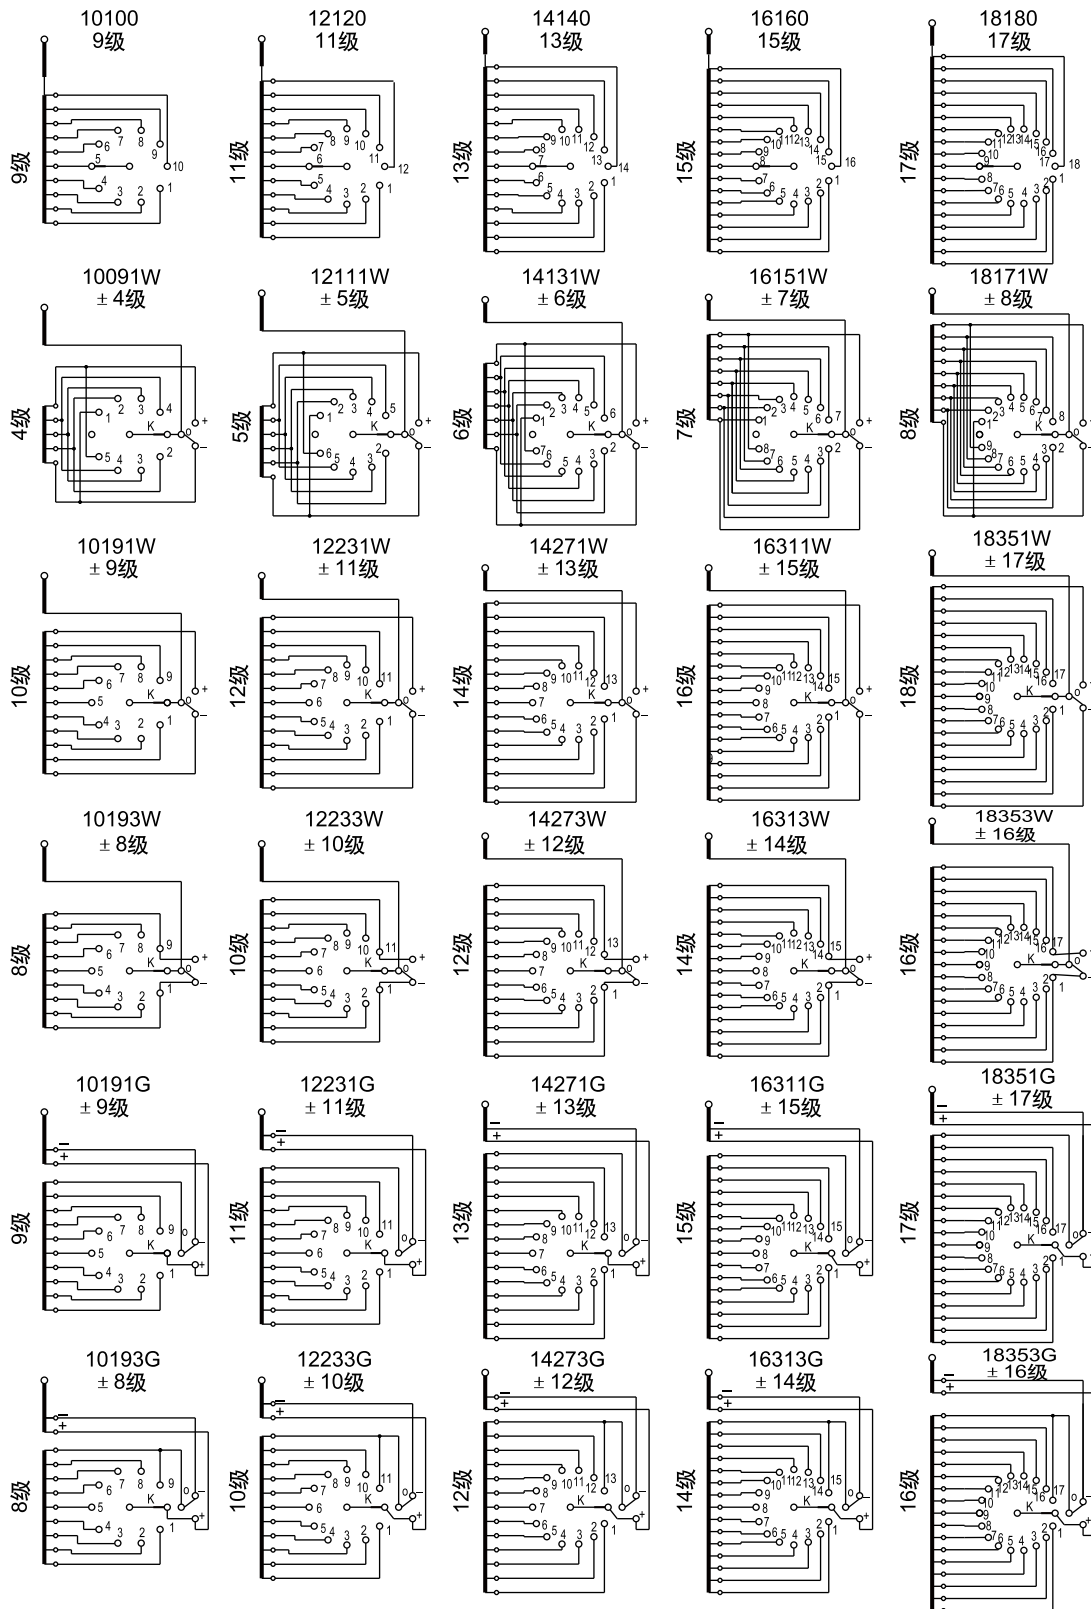

图 4 分接选择器基本接线原理图
3.3 分接选择器基本接线原理图 (见图 4)
变压器调压线圈的抽头方式不同对应不同规格的分接选择器基本接线图，图 4所示为常见基本接线图，对于用户的特殊要求可进行特殊设计。